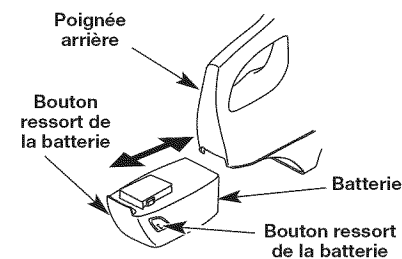

Fig. 2
1. Alignez la languette de la batterie avec la cavité de la poignée (Fig. 2).
1. Maintenez enfoncés les deux boutons ressorts sur la batterie (Fig. 2).
1. Insérez la batterie dans la cavité de la poignée (Fig. 2). Consultez la section *Installer la batterie*.